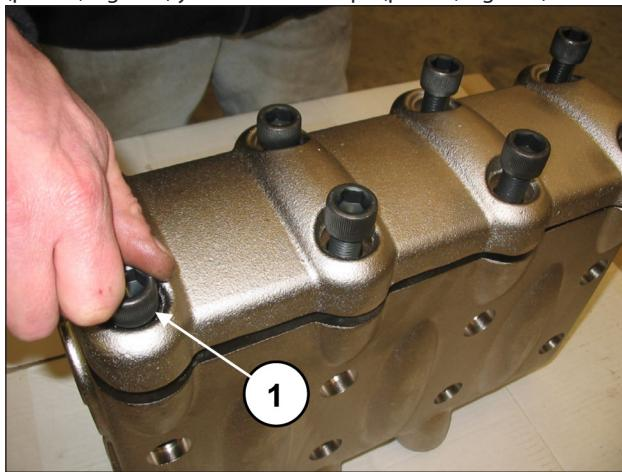
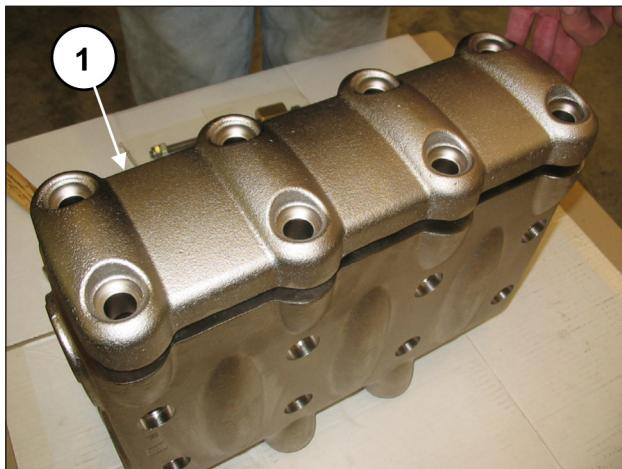

Fig. 106
Fig. 107
Extraer los 8 tornillos M16x55 de la tapa de las válvulas (pos. ①, Fig. 106) y desmontar la tapa (pos. ①, Fig. 107).